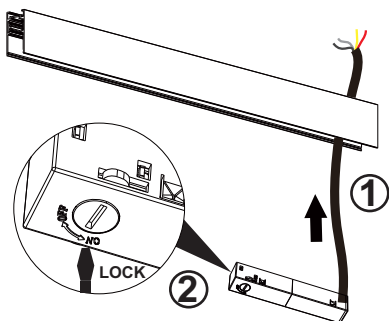

Figure 4
1. Faites passer le cordon d'alimentation du connecteur LAA-SUS-LEF01/ LAA-SURREC-LEF01 à travers le trou sur le côté supérieur du LAA-SUSSUR-TR01. Branchez les fils Phase et Neutre à la sortie du pilote et branchez les fils de gradation au commutateur de gradation. Mettez en place le connecteur du rail en positionnant correctement les pôles. Tournez le verrou de la position OFF à la position ON avec un tournevis à tête plate (Figure 4).